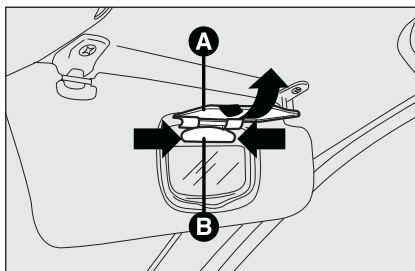

fig. 45
- ouvrir la couverture **A-fig. 45** du miroir;